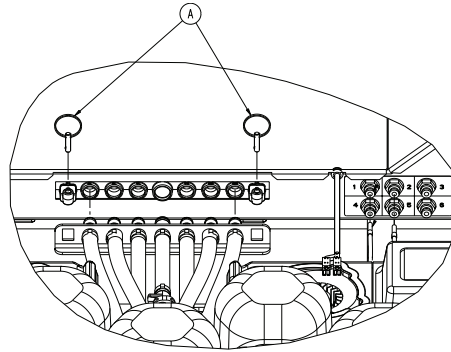

Figure 2-13 : Gouilles de fixation
6. Retirer les deux goupilles de fixation (A) des raccords rapides de conduite de la boîte côté pieds (Figure 2-13 à la page 2-35). Conserver les goupilles.